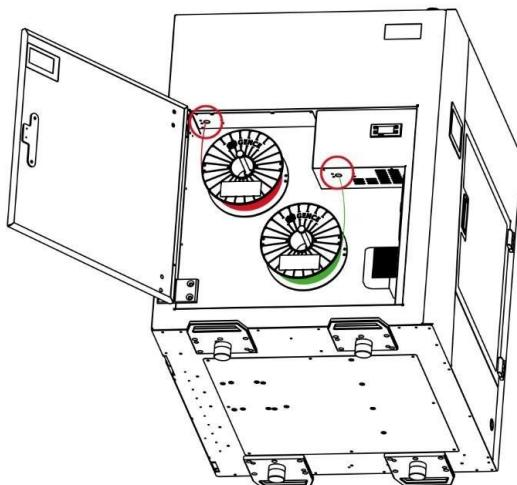

Рис. 57 Правильная загрузка материала для Tool 0 (термоголовки 0) и Tool 1 (термоголовки 1)
6. Вставить конец нити во входное отверстие (обозначено красным кругом на рис. 57). Принтер запустит процедуру начальной загрузки нити и одновременно начнет нагрев соответствующей термоголовки принтера.
4. Подтвердить успешную выгрузку нового материала, нажав кнопку Continue, и вручную извлечь оставшуюся часть нити из входного отверстия (рис. 57).